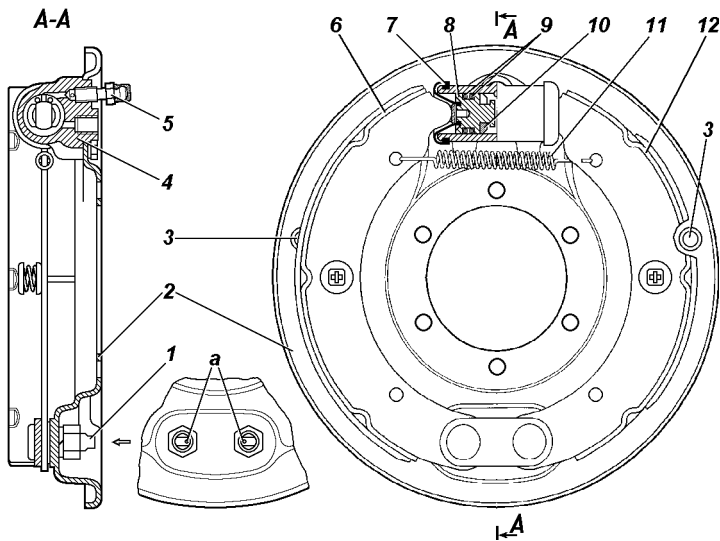

Рис. 9.31. Тормоз заднего колеса:
**Барабанные тормоза задних колес (рис.9.31).** Периодически снимайте тормозные барабаны и очищайте детали тормозов от пыли и грязи. Периодичность этой операции зависит от условий эксплуатации автомобиля. В летнее время и при езде по грязным дорогам чистка должна проводиться чаще, зимой - реже.